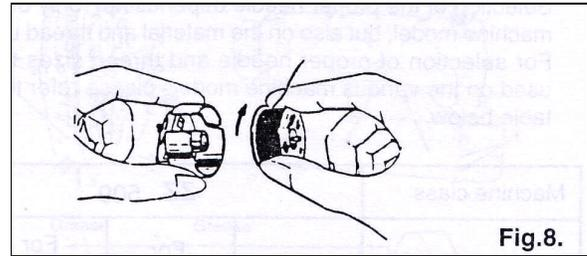

Fig.8.
1. Tenir le boîtier à canette pour que la canette tourne dans le sens de la flèche montré en figure 8, et placer la canette dans le boîtier à canette.
2. Tirer le fil dans la fente 1, et le passer sous le ressort de tension (2)